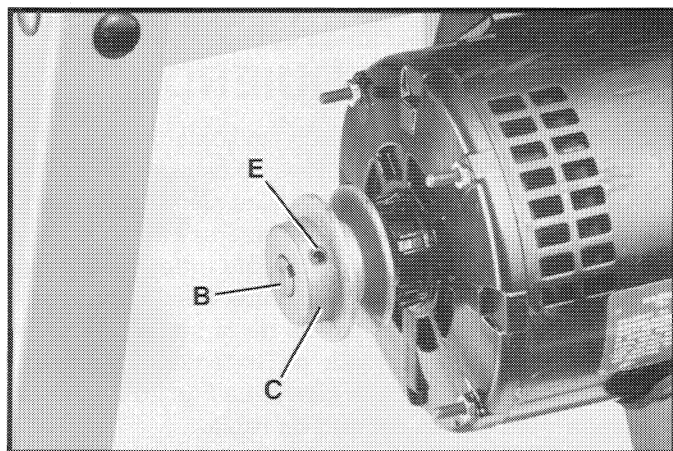

Fig. 16
3. El extremo de la polea (C) Fig. 16 debe estar parejo con el extremo del eje del motor (B), tal y como se ilustra aquí, y apriete el tornillo de fijación (E). Pueden requerirse ajustes menores a la polea del motor para alinear la polea del motor con la polea del árbol.